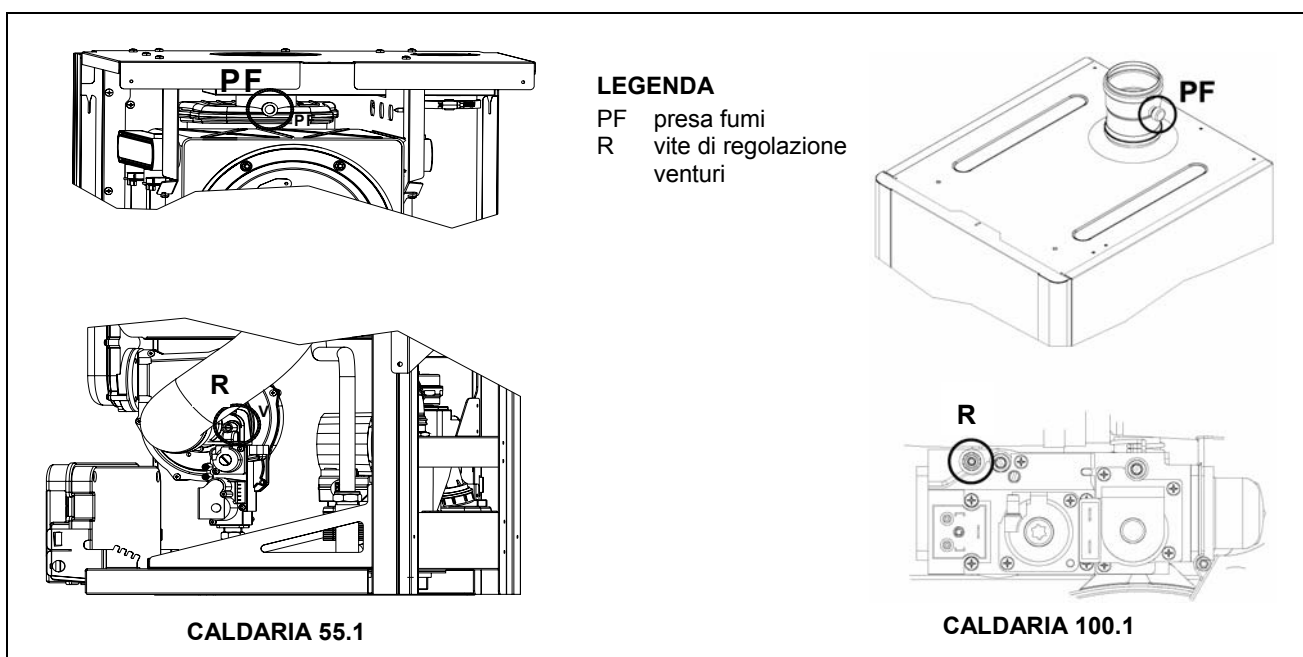

Figura 34 – PRESA PRESSIONE FUMI E VITE DI REGOLAZIONE
- 6) Inserire l'analizzatore fumi nell'apposita presa per l'analisi fumi PF (Figura 34 a pagina 50) ed accenderlo.
- 13) In caso contrario effettuare la regolazione agendo sulla vite R (Figura 34 a pagina 50).